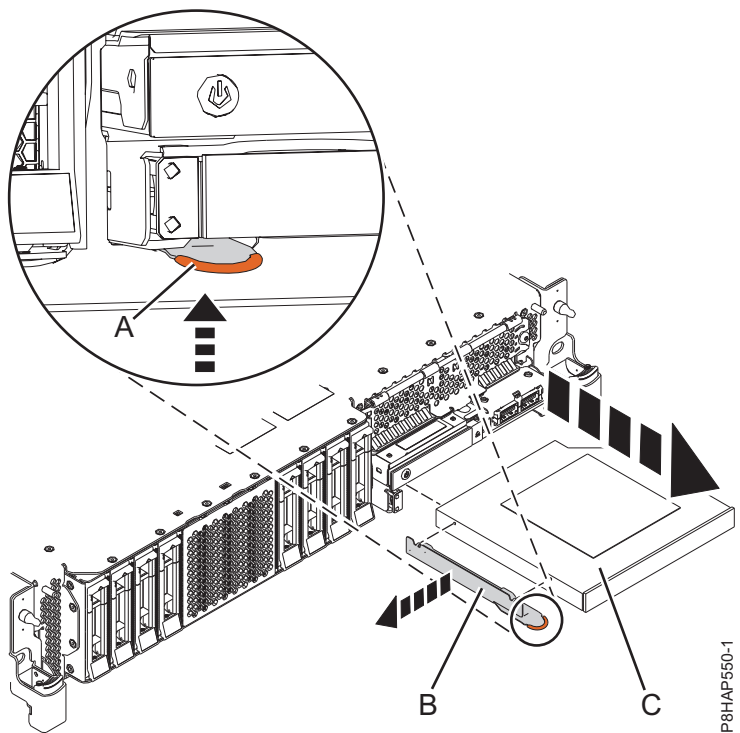
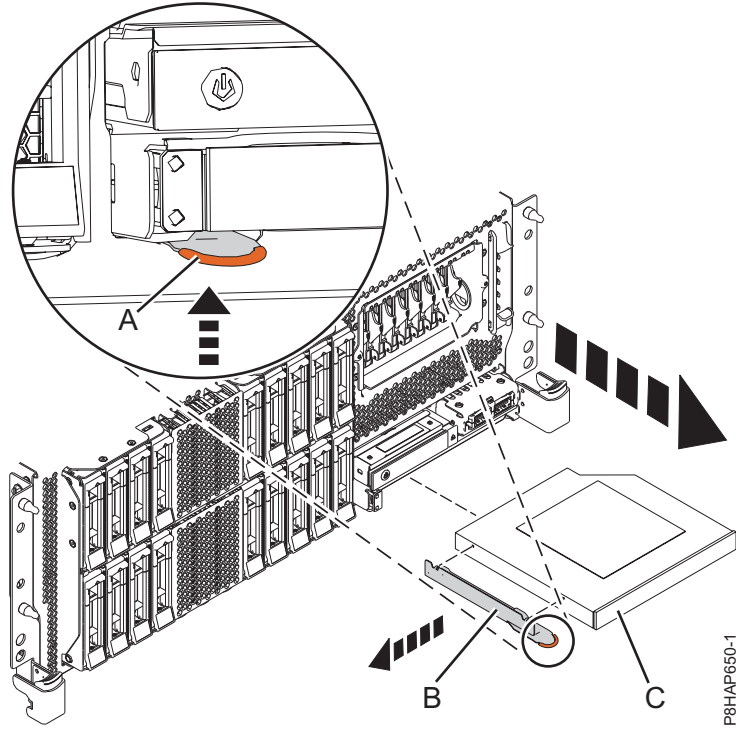
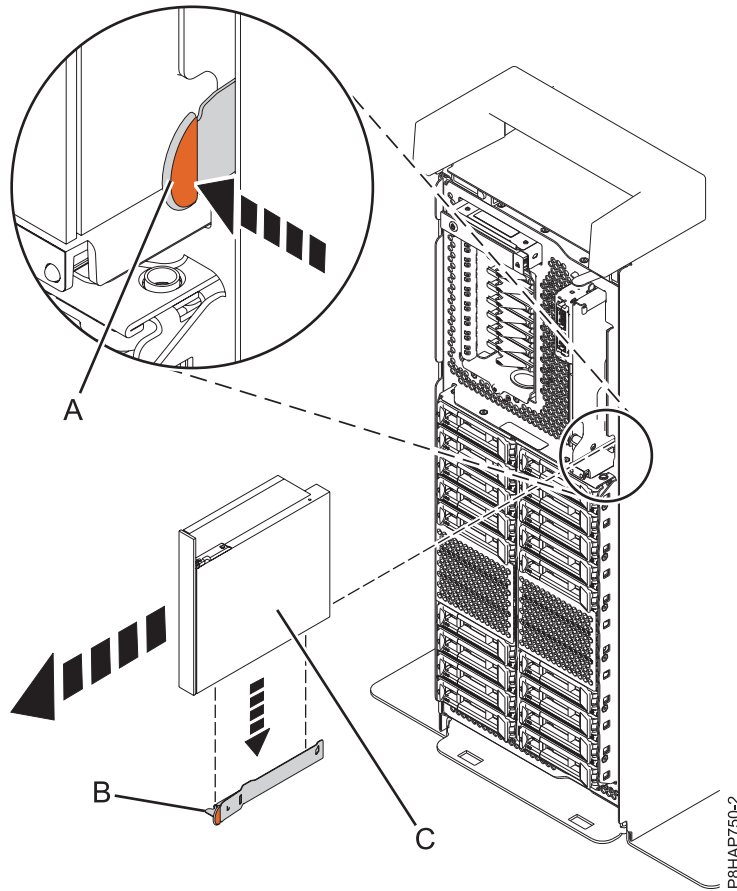

Figura 53. Extracción de un dispositivo de soporte extraplano de un sistema 5148-21L, 5148-22L, 8247-21L, 8247-22L, 8284-21A o 8284-22A
Figura 54. Extracción de un dispositivo de soporte extraplano de un sistema 8247-42L, 8286-41A o 8286-42A montado en bastidor
Figura 55. Extracción del dispositivo de soporte extraplano de un sistema autónomo
Para un sistema 5148-21L, 5148-22L, 8247-21L, 8247-22L, 8284-21A o 8284-22A, consulte la Figura 53; para un sistema 8247-42L, 8286-41A o 8286-42A montado en bastidor, consulte la Figura 54 en la página 65; o bien, para un sistema 8286-41A autónomo, consulte la Figura 55 en la página 66.
3. Tire del dispositivo de soporte extraplano de (C) para extraerlo del sistema, en la dirección que se muestra en la Figura 53 en la página 64, la Figura 54 en la página 65 o la Figura 55.
4. Si va a extraer el dispositivo de soporte extraplano como parte de otro procedimiento de servicio, no extraiga la abrazadera de retención (B) del dispositivo de soporte extraplano.
5. Si está extrayendo el dispositivo de soporte extraplano anómalo y sustituyéndolo por un nuevo dispositivo de soporte extraplano, debe extraer la abrazadera de retención (B) para utilizarla con el nuevo dispositivo de soporte. Extraiga la abrazadera de retención sujetándola por el punto de contacto de color terracota y tirando hacia fuera del dispositivo de soporte como se muestra en la Figura 53 en la página 64, la Figura 54 en la página 65 o la Figura 55.
6. Guarde la abrazadera de retención (B) en un lugar seguro.